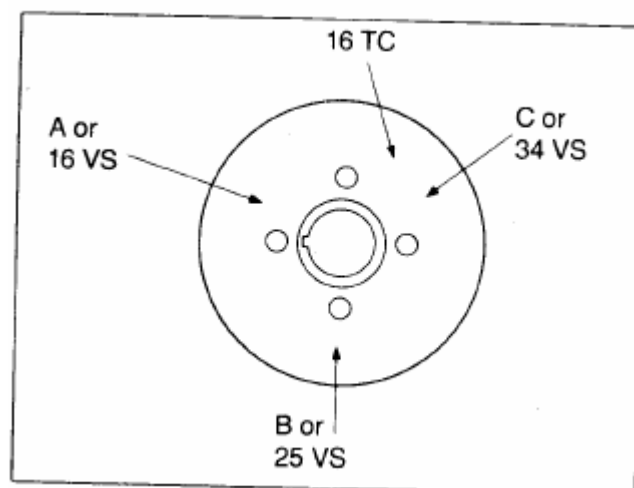

Рис.2-42. (N114230). Отметки на вспомогательном шкиве привода - N855
1. Прокручивайте вал двигателя до тех пор, пока отметка «А» или 1-6 «VS», находящаяся на шкиве, не совместится с указателем на крышке картера редуктора. Рис.2-42. В этом положении, оба рычага коромысла клапана цилиндра No. 5 должны быть свободными (клапаны закрыты). Плунжеры инжекторов цилиндра No.3 должны быть в крайней верхнем положении траектории их перемещения. В противном случае, необходимо повернуть вал двигателя на 360 градусов и снова совместить отметку с указателем.